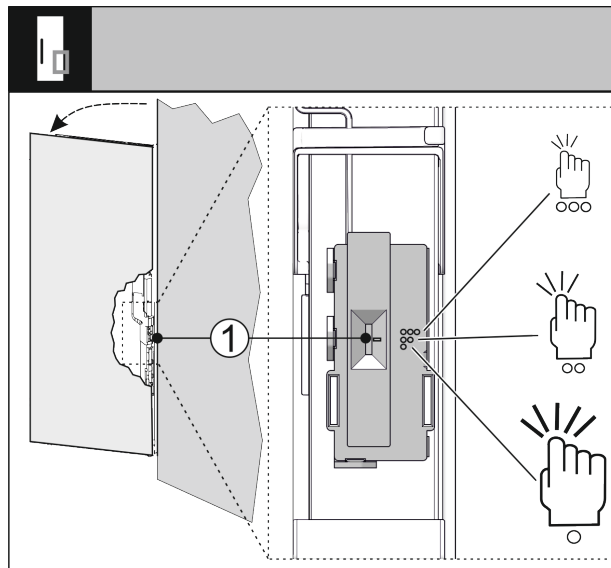

Fig. 34
Citlivost snímače klepání můžete nastavit pomocí spínače Fig. 34 (1). Spínač je na straně závěsu ve spodní třetině dveří.
- ▶ Posuňte spínač Fig. 34 (1) do požadované polohy spínače.